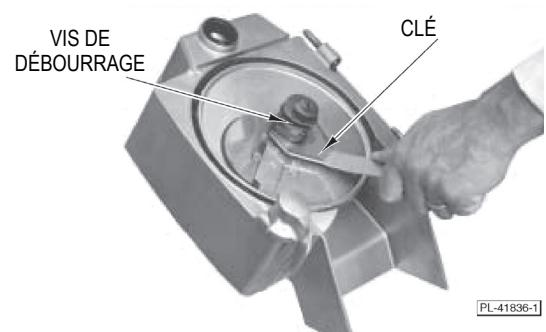

Fig. 6
4. Retirez la vis de déboufrage en la tournant dans le sens horaire à l'aide de la clé (fig. 6).